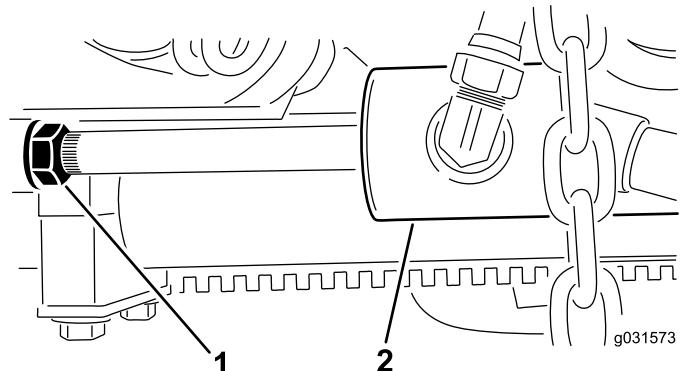

Рисунок 13
- Ослабьте затяжку контргайки на цилиндре (Рисунок 13).